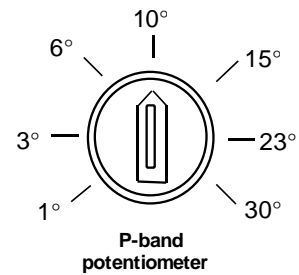

Fig. 5: P-bandets inställningsområde
- Med hjälp av en trimpotentiometer, som sitter alldeles till höger om plint nr 8, kan man justera det **proportionella bandets storlek** från 1 upp till 30 grader. Skalan är ej helt linjär, se fig. 5.
För t ex konstanthållning av vattentemperaturen ut från **golvvärmeshuntar** kan man välja 15 °C resp 9 min, jmftr fig. 5.